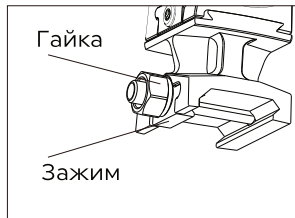

Рисунок 6
2.3 С помощью прилагаемого ключа 11 мм ослабьте гайку (Рис. 6) и установите кронштейн на планке Picatinny.